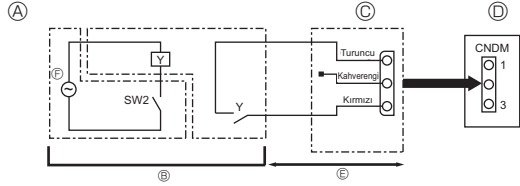

Fig. 10-2
10.2. İstek fonksiyonu (yerinde değişiklik) (Fig. 10-2) (sadece klimalar için)